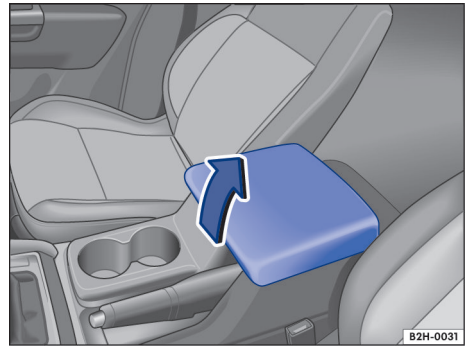

Fig. 118 Porta-objetos no descanso-braço central dianteiro.
– Levantar o descanso-braço totalmente para cima no sentido da seta → Fig. 118.
– Conduzir o descanso-braço para baixo contra o sentido da seta → Fig. 118.